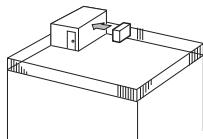

Fig. 2-2
- ① Suuntaa ilman poistoaukko kohti lähiintä saatavilla olevaa seinää noin 35 cm:n päästä. (Fig. 2-2)